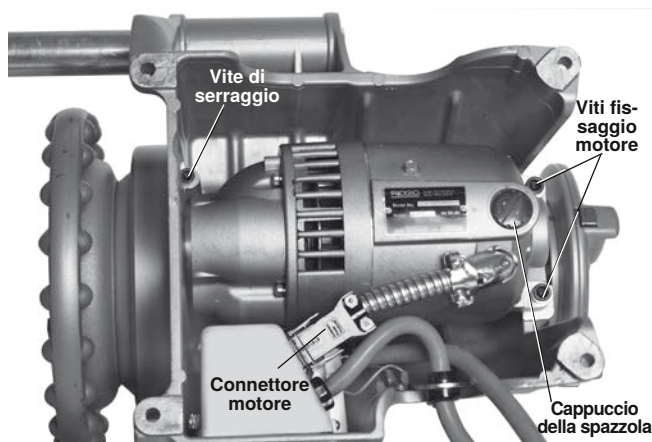

Figura 32 – Rimozione del coperchio motore/Sostituzione delle spazzole
3. Mettere la macchina su un banco pulito e stabile. Capovolgere la macchina per accedere al lato inferiore (Figura 32).